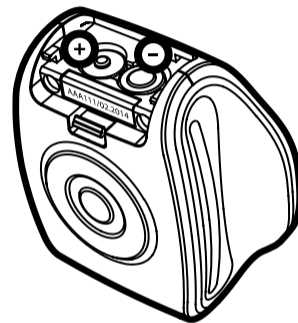

Рис.8. Полярность элементов питания
- Установите новые элементы питания, соблюдая полярность, как показано на Рис.8. Установите крышку батарейного отсека на место.
Аппарат не включается после замены элементов питания	Вынуть элементы питания, выдержать аппарат 2 минуты без них, снова установить элементы питания соблюдая полярность, как показано на Рис.8.